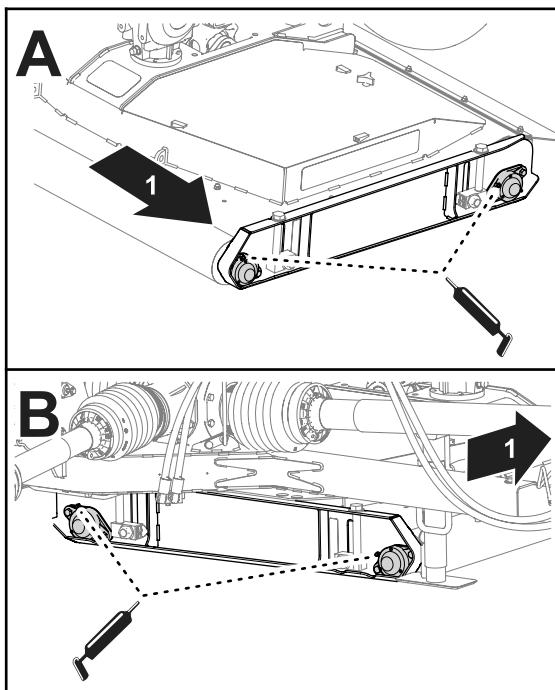

Figura 56
2. Engrase los cojinetes de los rodillos de la carcasa en el lado derecho de la carcasa (Figura 56).
1. Aplique grasa del tipo especificado a los cojinetes de los rodillos de la carcasa en el lado izquierdo de la carcasa (Figura 56).